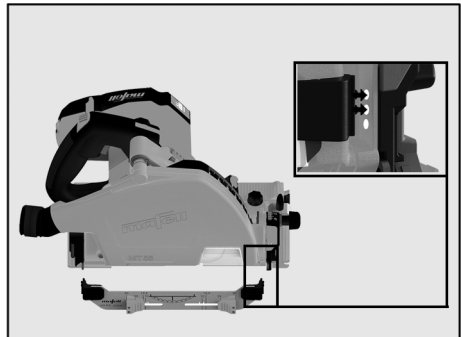

Fig. 88: Encajar el indicador de posición, en trabajos sin riel guía:
- Sin riel guía, utilizar los dos orificios superiores (ver fig. 88).